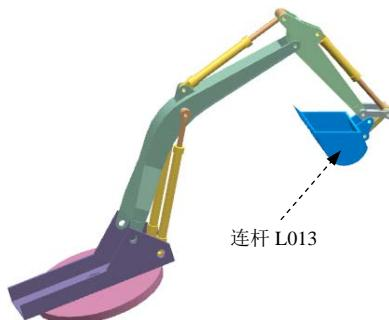

图 10.8.14 定义连杆 L013
(13) 定义连杆 L013。选取图 10.8.14 所示的零件为连杆 L013，在“连杆”对话框中单击**应用**按钮。